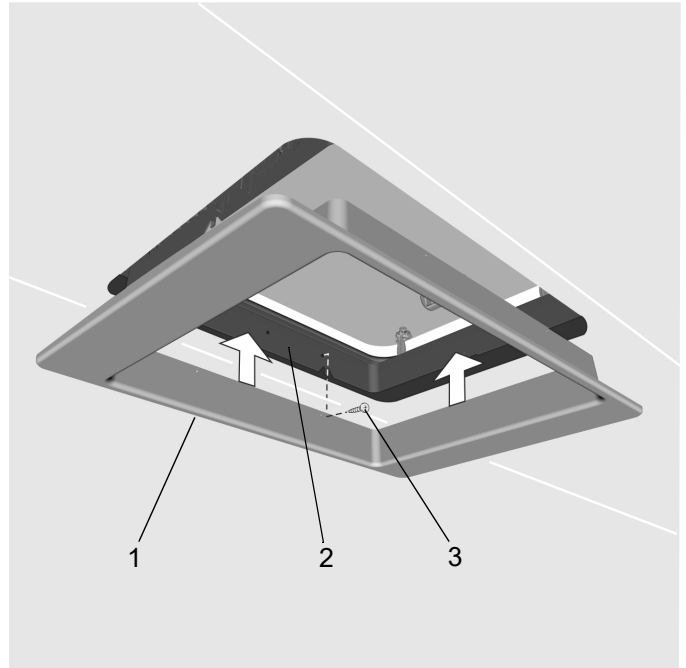

Abb. 801 Einbau Innenrahmen
1. Schrauben (3, Abb. 801) herausschrauben.
2. Innenrahmen (1) nach unten abziehen
1. Innenrahmen (1, Abb. 801) in den Rahmen (2) einsetzen und ausrichten.
2. Innenrahmen (1) mit 2 Schrauben (3) je Seite am Rahmen (2) befestigen.